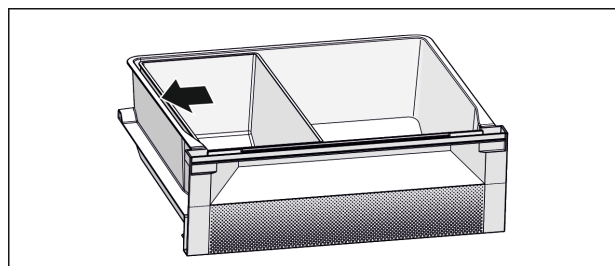

Fig. 7
- Per un raffreddamento ottimale: Posizionare la ciotola Fish & Seafood (vedere Fig. 7) come mostrato in figura.